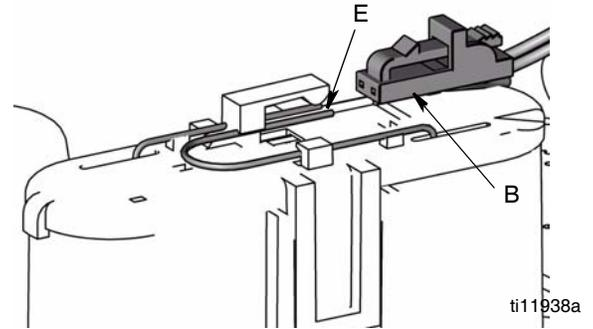

FIG. 8
4. Reconecte el conector de la batería, deslizando con cuidado el conector en los terminales de la batería (E) hasta que quede trabado de forma segura en su lugar (B) (FIG. 8).